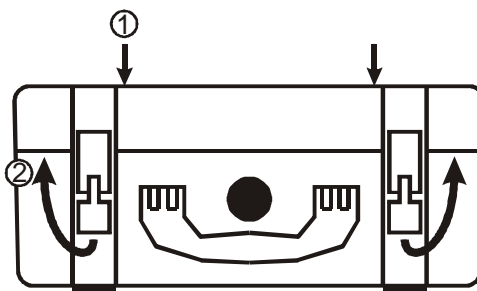

Fig. 1: Apertura del coperchio dello strumento
2. Esercitare con la mano una pressione sul coperchio (vedere Fig. 1 – parte 1)
3. La valigia è aperta sbloccando i due fermi (vedere Fig. 1 – parte 2)